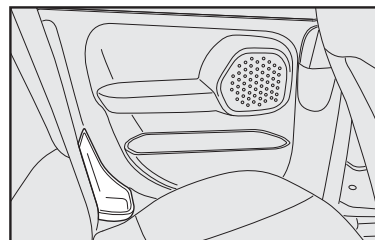

fig. 87
- lateral da porta traseira da Strada Cabine Dupla **fig. 87**.